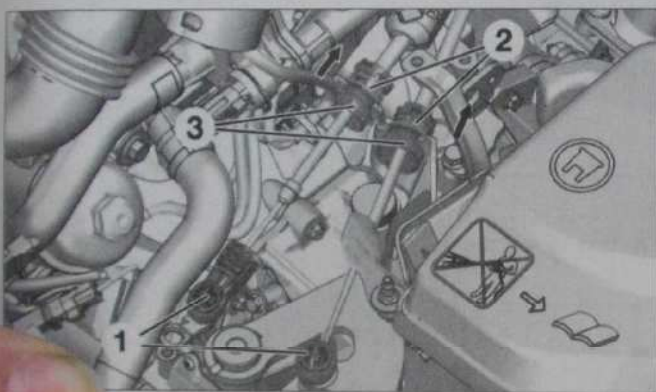

Fig. 11
- Pincer les languettes des 2 rotules (1) à l'aide d'une pince à becs (Fig.11).
- Désaccoupler les 2 rotules (1).
- Tourner dans le sens horaire puis pousser les clés de verrouillage (2) suivant les flèches.
- Dégager les arrêts de gaine (3) de leurs supports en tirant vers le haut.